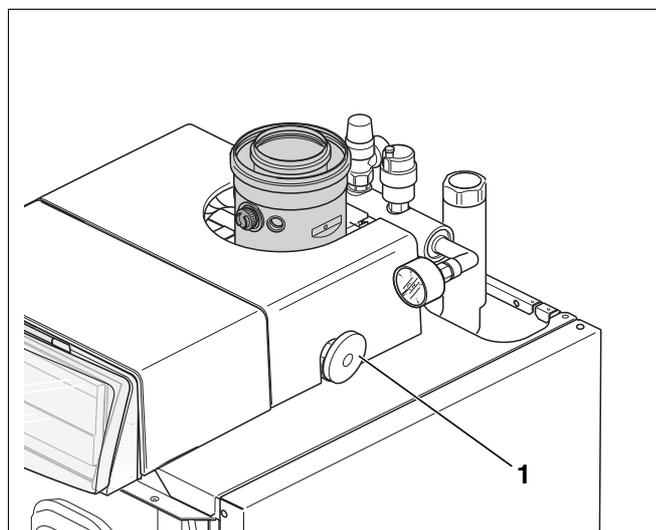

Fig. 5 Rubinetto d'intercettazione del gasolio
- ▶ Aprire il rubinetto d'intercettazione del gasolio (fig. 5, [1]), che si trova nella parte superiore della caldaia.